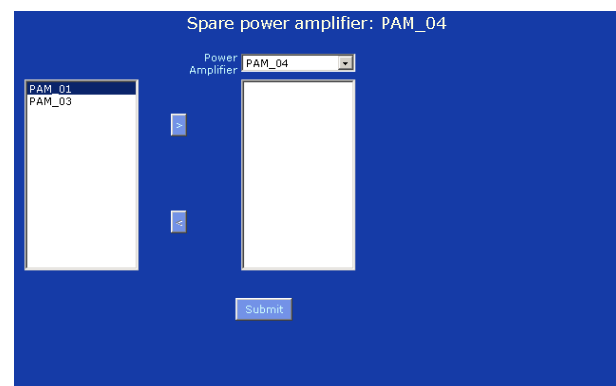

figura 34.16: Elementi ausiliari, passaggio 2
- 2 Selezionare l'amplificatore ausiliario a cui deve essere assegnato l'amplificatore principale dall'elenco a discesa *Power Amplifier*. Ad esempio, *PAM_04* (vedere figura 34.16).